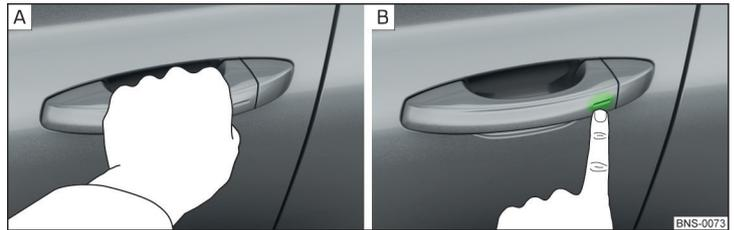

Abb. 44 **Fahrzeug entriegeln / Fahrzeug verriegeln**
- ▶ Den Türgriff greifen, um das Fahrzeug zu **entriegeln** » Abb. 44 - **A**.
- ▶ Den Sensor am Türgriff mit dem Finger berühren, um das Fahrzeug zu **verriegeln** » Abb. 44 - **B**.
- Innerhalb von 5 s den Sensor am Türgriff mit dem Finger berühren » **Abb. 44 auf Seite 58** - . Die Deaktivierung wird durch einmaliges Aufblinker der Blinkleuchten bestätigt.